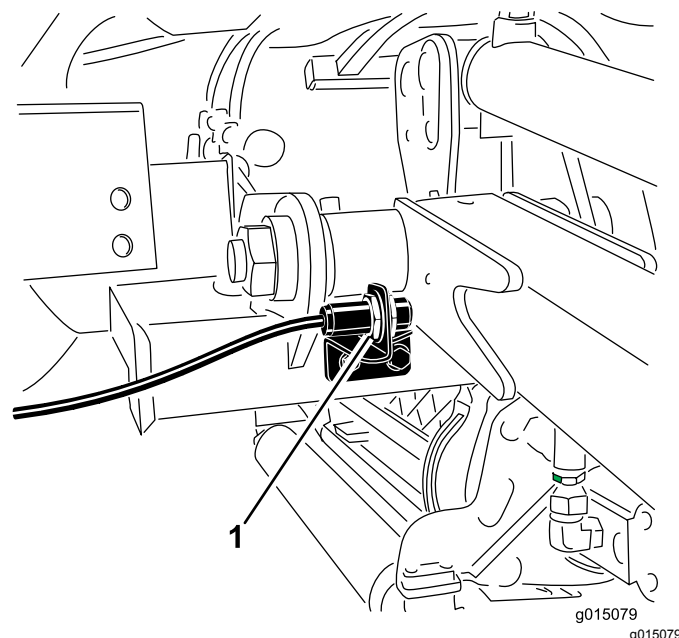

Bild 35
3. Lösen Sie die Befestigungsschrauben des Schalters (Bild 35) und schieben den Schalter nach oben, um die Wendehöhe des Hubarms zu erhöhen, oder schieben Sie den Schalter nach unten, um die Wendehöhe des Hubarms zu verringern.
2. Der Hubarmschalter befindet sich hinter dem rechten vorderen Hubarm (Bild 35).